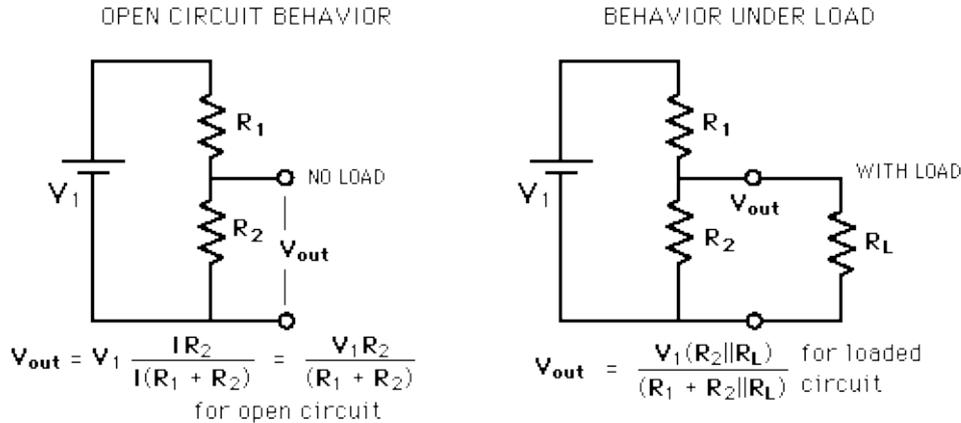

FIGURE 1 – Diviseur de tension, circuit ouvert et circuit avec charge.
1. Faites le montage de la figure 1 (à gauche), avec une tension (0-10 V) et des valeurs de résistances de votre choix (1-10 k $\Omega$ ).
2. Comparez la tension d'entrée et la tension de sortie avec votre multimètre. Retrouvez la formule indiquée à la figure 1 à partir de la loi d'Ohm, et comparez vos mesures avec votre calcul. Tenez compte des erreurs.
3. Ajoutez une charge à la tension de sortie (figure 1 à droite). Mesurez et calculez la tension sur cette charge.